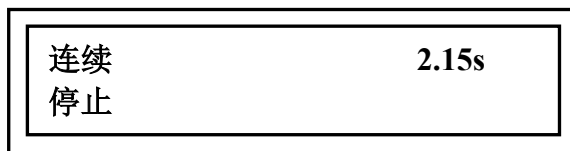
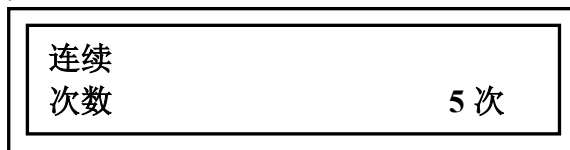

图 3
图 4
(1) 通过按“**单次/连续**”键，切换到连续模式如图 3:
(2) 在图 3 界面可以通过按长按“**工作次数**”键 3s,进入到如图 4: